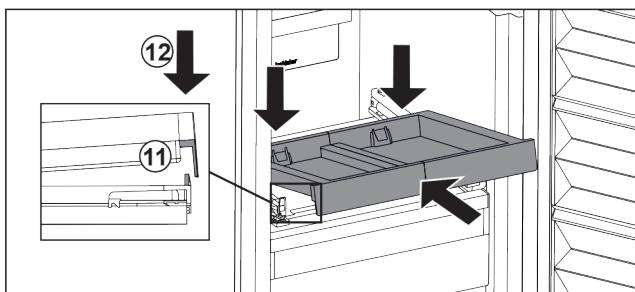

Fig. 103
- ▶ Вкарайте под ъгъл. Обърнете внимание на това, ограничителят и от двете страни да е зад езичето. Fig. 103 (11)
- ▶ Спуснете изтеглящата се дъска отпред. Fig. 103 (12)